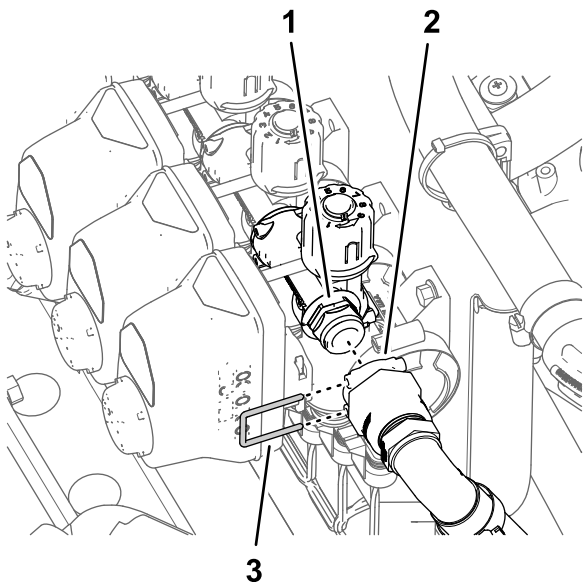

Рисунок 113
2. Подсоедините быстроразъемный штуцер перепускного шланга к быстроразъемному штуцеру перепускного клапана на клапане сопла 10 (Рисунок 113).
3. Закрепите быстроразъемные штуцеры перепускного шланга и перепускного клапана с помощью держателя (Рисунок 113).